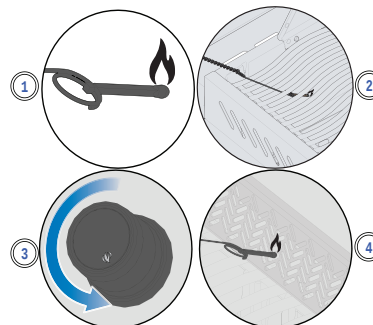

Fig. 4
3. På samme tid drejer du den tilsvarende brænderknap til højeste temperatur. (Fig.4)